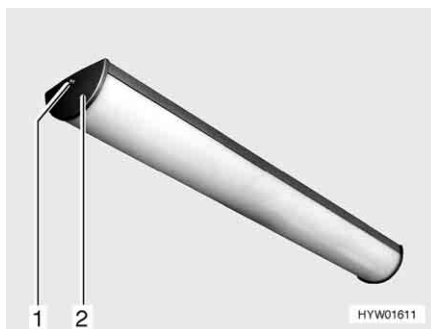

Fig. 250 Lampada del letto anteriore
- Svitare la vite (Fig. 250,1) e smontare la copertura (Fig. 250,2).